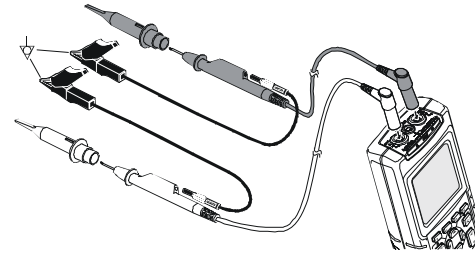

Рис. 9-2 Заземление коротким заземляющим проводом
- При измерении сигналов постоянного или переменного тока на входах А и В следует использовать короткий заземляющий провод (провода). (См. рис. 9-2.)